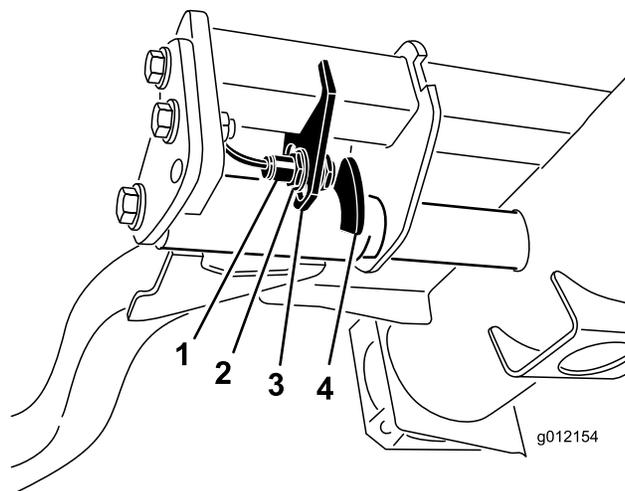

Рисунок 35
2. Переключатель подъемного рычага расположен под гидравлическим баком позади переднего правого подъемного рычага (Рисунок 35).
3. Ослабьте крепежные винты переключателя (Рисунок 35) и переместите переключатель вниз, чтобы увеличить высоту поворота подъемного рычага, или переместите переключатель вверх, чтобы уменьшить высоту поворота подъемного рычага. Затяните крепежные винты.